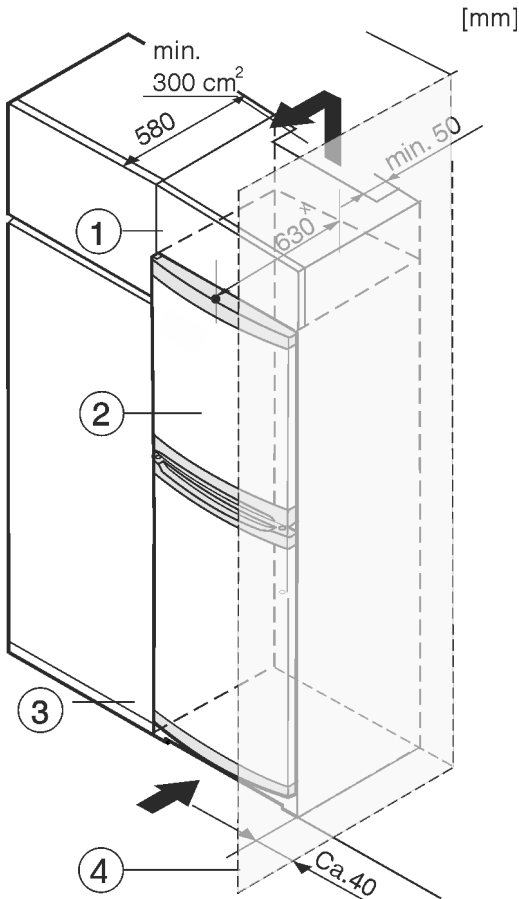

Fig. 8
Uređaj se može adaptirati za ugradnju u kuhinjske ormare. Kako biste uređaj Fig. 8 (2) prilagodili visini kuhinjskog namještaja, iznad uređaja možete postaviti viseći ormar Fig. 8 (1).
Kod adaptacije s kuhinjskim ormarima (dubina maks. 580 mm) uređaj se može postaviti izravno uz kuhinjski ormar Fig. 8 (3). Uređaj stoji bočno 34 mm \* i u sredini uređaja 50 mm \* nasuprot pročelju kuhinjskog ormara.
Kada se uređaj postavlja s okovima pored zida Fig. 8 (4), razmak između uređaja i zida mora iznositi najmanje 40 mm. To odgovara stajanju ručice kod otvorenih vrata.